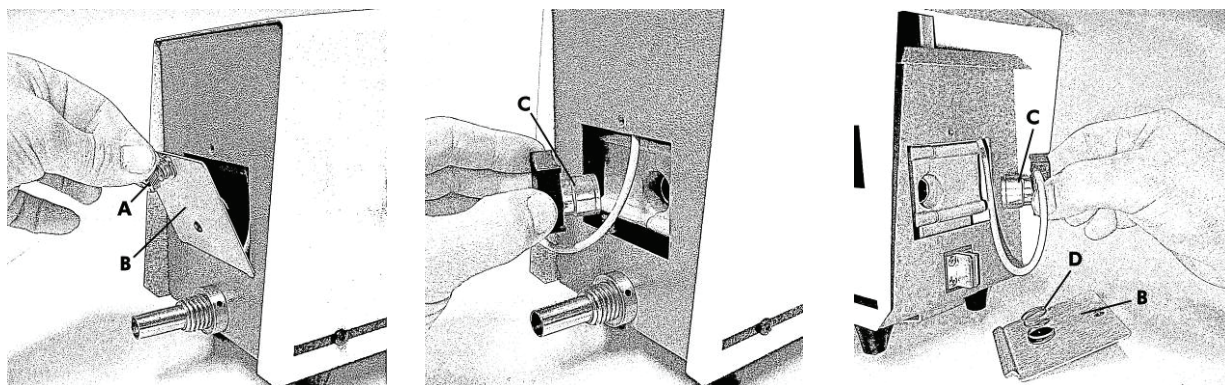

Fig. 010
1. Løsn skruerne A til de to blændplader B, Fig. 010, og fjern dem fra de to ender af WAD3 mobil, så der opnås adgang til senderen og modtageren.
2. Senderen og modtageren C, Fig. 010 er kun trykket i og kan med henblik på rengøring helt enkelt trækkes ud.
8. Anbring blændpladerne B igen, og sørg for, at fjedrene D, Fig. 010 kommer til at befinde sig i midten af sensorerne C, Fig. 010.